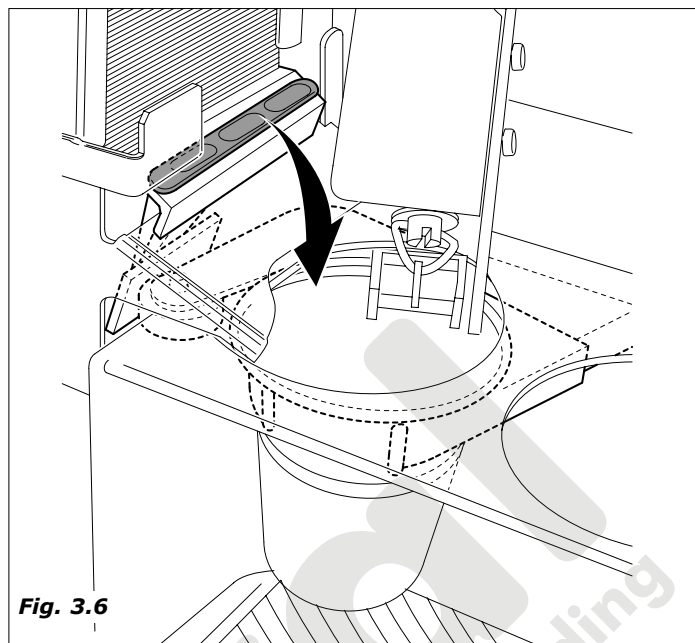

Fig. 3.6
- Se activa el motorreductor que acciona el dispositivo encargado de empujar y hacer caer la paletina en el vaso (Fig.3.6).